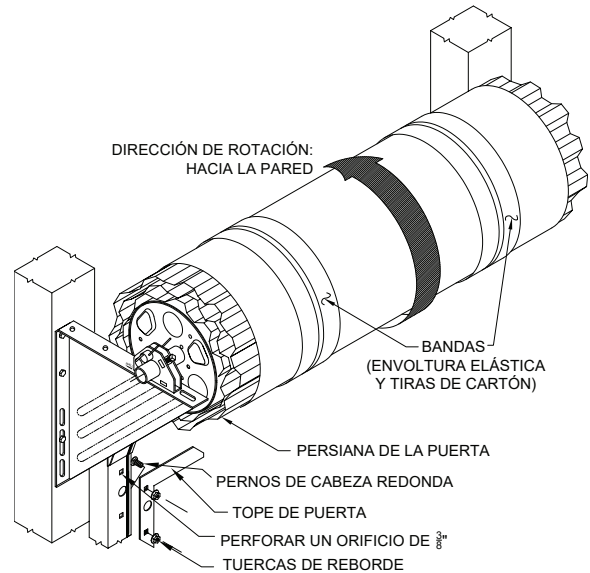

Figura 14.
7.2 Instale los pernos de cabeza redonda, los topes de puerta y las tuercas de reborde en cada guía lateral como se indica en la Figura 14. **NO** apriete en este momento. Ambos topes superiores deberán estar en el mismo conjunto de orificios a cada lado de la puerta para que funcione adecuadamente.
8.2 Doble las lengüetas de guía un poco (aproximadamente 1/4"). Mientras está parado dentro de la abertura y mira hacia afuera, coloque su mano sobre la puerta y empuje hacia afuera girando la caja de la puerta (Figura 14). Gire la caja de la puerta dos veces completas. Mientras sujeta el montaje de la parte inferior de la puerta, cuidadosamente corte la envoltura elástica y pase la persiana de la puerta por las guías, moviendo los topes de la puerta a un lado para que la barra inferior pueda pasar. Jale el montaje inferior de la puerta hacia abajo hasta que esté a la altura de la cintura.